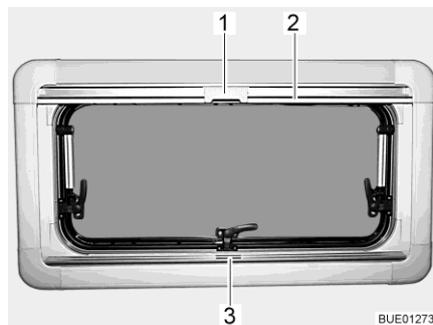

Bild 85 Ausstellfenster
- faltverdunklung in der Mitte der Griffleiste (Bild 85,3) fassen, von unten nach oben ziehen und auf der gewünschten Höhe loslassen. Die faltverdunklung bleibt in dieser Höhe stehen.
- Insektenschutzrollo an der Griffleiste (Bild 85,2) nach unten ziehen, bis es an der Griffleiste der faltverdunklung (Bild 85,3) anstößt.
- Raste (Bild 85,1) am Insektenschutzrollo mit der Griffleiste der faltverdunklung verriegeln.
- Raste (Bild 85,1) am Insektenschutzrollo oben nach hinten drücken.
- Insektenschutzrollo an der Griffleiste (Bild 85,2) langsam zurückführen.